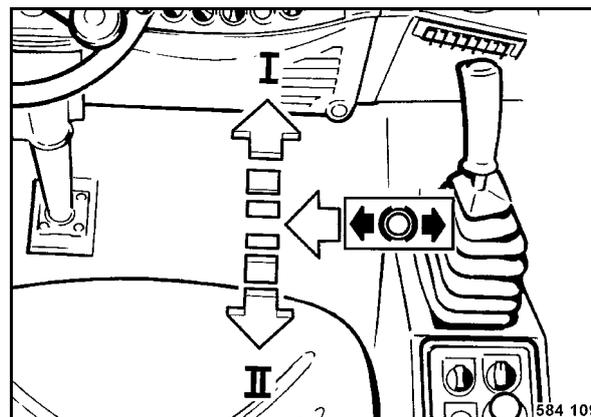

Рис. 137
- Высвободить рычаг движения (Рис. 137) из тормозного положения влево.